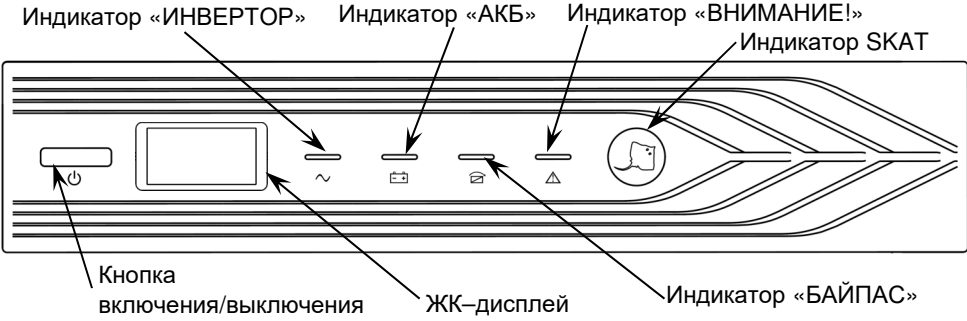

Рисунок 1 – Общий вид передней панели изделия
**Изделие выполнено** в металлическом корпусе с перфорированной пластиковой передней панелью, на которой расположены: кнопка включения/выключения, ЖК-дисплей и светодиодные индикаторы (см. рисунок 1 и приложение 4).